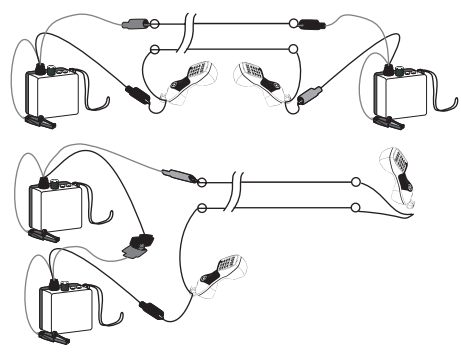

Figure 2. Alimentation de conversation
Connecter les fils d'essai en série à un appareil de vérification de téléphone et à la paire de fils inactive (Figure 2). Mettre l'interrupteur à bascule sur SHORT pour fournir une alimentation de conversation à la ligne « morte ».
**Des appareils de vérification supplémentaires peuvent être ajoutés en série (pince rouge sur pince noire) pour augmenter l'alimentation de conversation au besoin (Figure 2).**